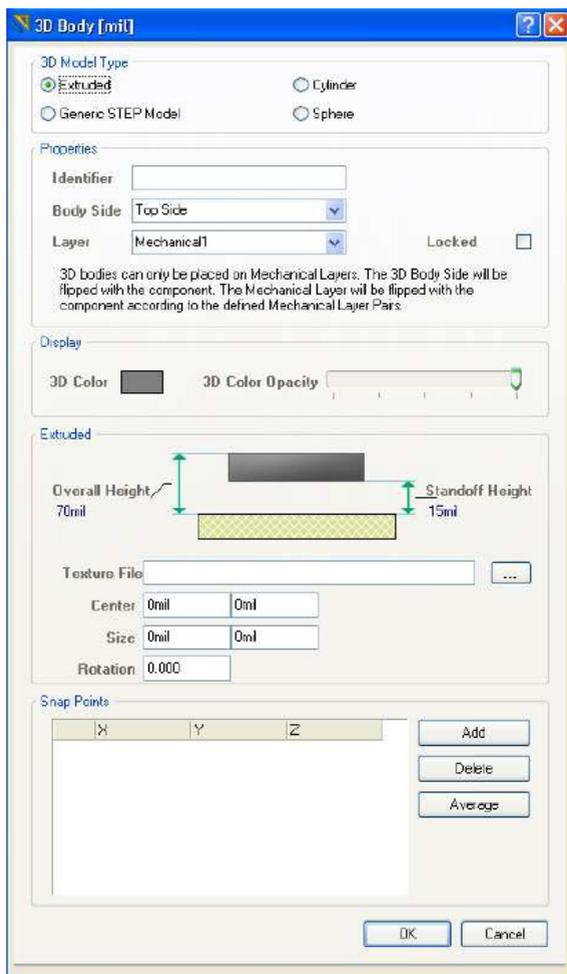

Рис. 113. Параметры 3D Body
3. Выбрать команду «Place>Place 3D Body» (горячие клавиши: P, B). Откроется диалог «3D Body», показанный на Рис. 113. Объекты «3D Body» могут быть созданы из простейших форм (прямоугольной, цилиндрической, сферической) или с помощью импорта модели STEP. При необходимости можно использовать комбинацию обоих методов.